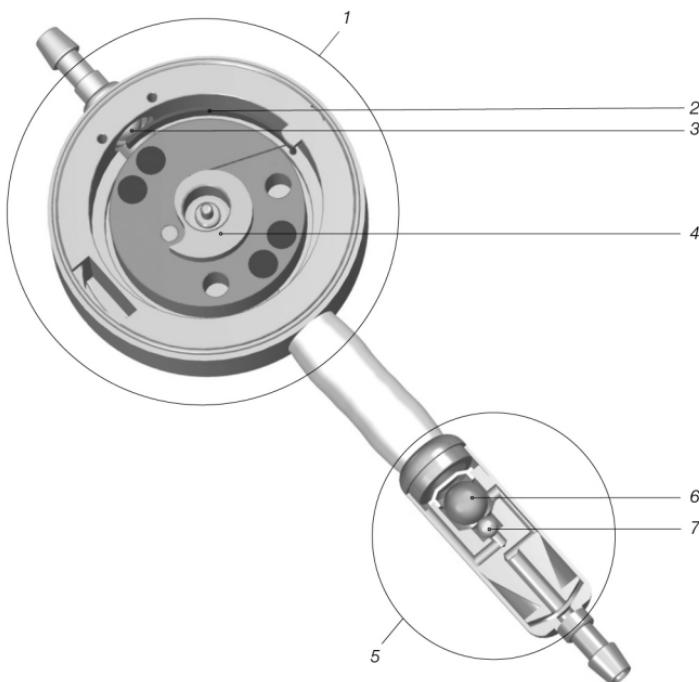

Fig. 1: Sección transversal de proGAV 2.0.
*proGAV 2.0* es un sistema de válvulas fabricado en titanio que se compone de una unidad de presión diferencial ajustable (1) y de una unidad gravitacional (5) (Abb. 1).